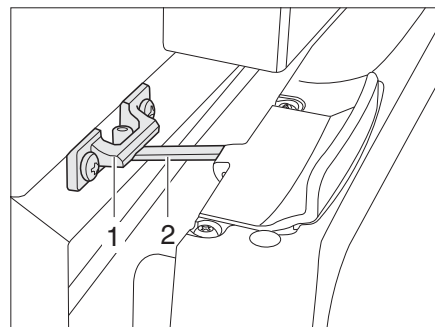

Fig. 278 Porte du réfrigérateur en position de ventilation (Thetford)
- Ouvrir le verrouillage (Fig. 278,2) et l'enclencher dans le logement de verrouillage (Fig. 278,1). La porte du réfrigérateur reste ainsi légèrement ouverte.